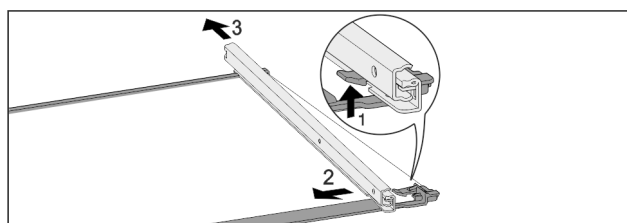

Fig. 120 Стекла́нная пластина с направляющими
- ▶ Отожмите передний стопорный крючок вверх. Fig. 120 (1)
- ▶ Сдвиньте выдвижную направляющую в сторону Fig. 120 (2) и назад Fig. 120 (3).